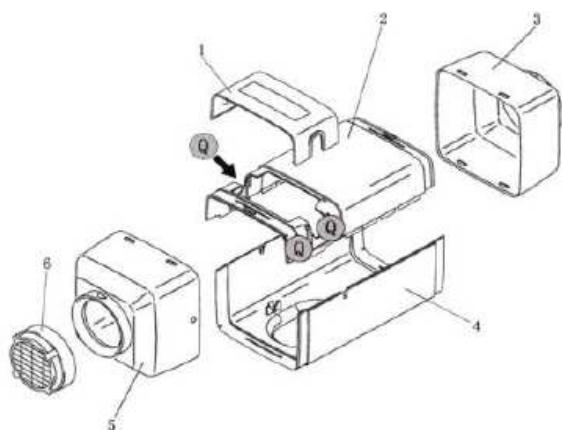
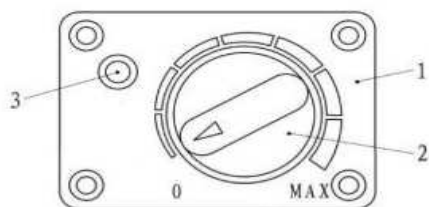
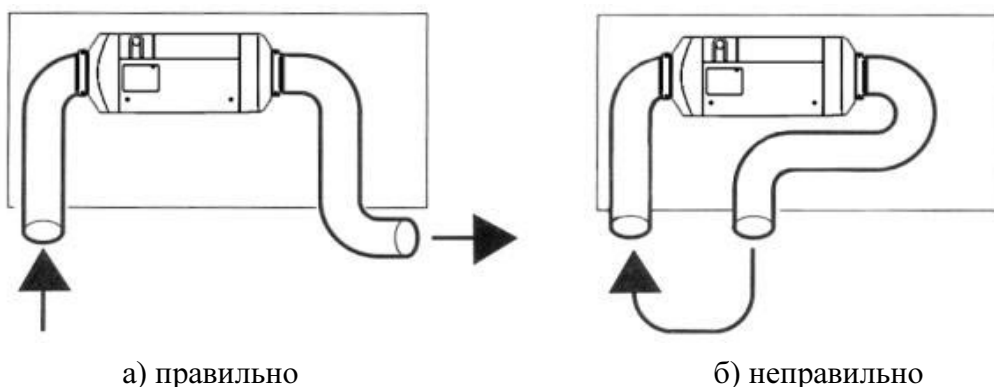

Рис. 4
Рис. 6
Рис. 11
Структура кожуха представлена на Рис.4. Он состоит из верхней крышки 2 (крышка распределительной коробки 1 может быть зафиксирована на отверстии в верхней крышке), нижней крышки 4, крышки на входе воздуха 6, крышки на входе потока воздуха в печку 5 и крышки на выходе горячего воздуха 3. Эти компоненты формируют канал прохождения воздуха. Крыльчатка вентилятора (Рис.6 -3) осуществляет забор холодного воздуха. Воздух нагревается теплообменником и выдувается наружу.
Выключатель представлен на Рис. 6. Ручка управления выключателя используется для выполнения следующих операций: включения и выключения печи, снятия блокировки печи, произошедшей в результате возникших неисправностей, и переключения между режимами работы с постоянной температурой и постоянной мощностью при помощи кнопки переключения режимов.
4.3.6 В случае внутренней установки печи необходимо принять меры чтобы избежать опадания горячего воздуха с выхода на входной порт печи (как показано на Рис. 11). Если в этом режиме входная труба не подсоединяется, то на входе печи должна быть установлена крышка с сеткой (Рис. 4 -б). Воздух на вход печи должен поступать из холодных мест салона, таких как места под креслами или задним диваном.